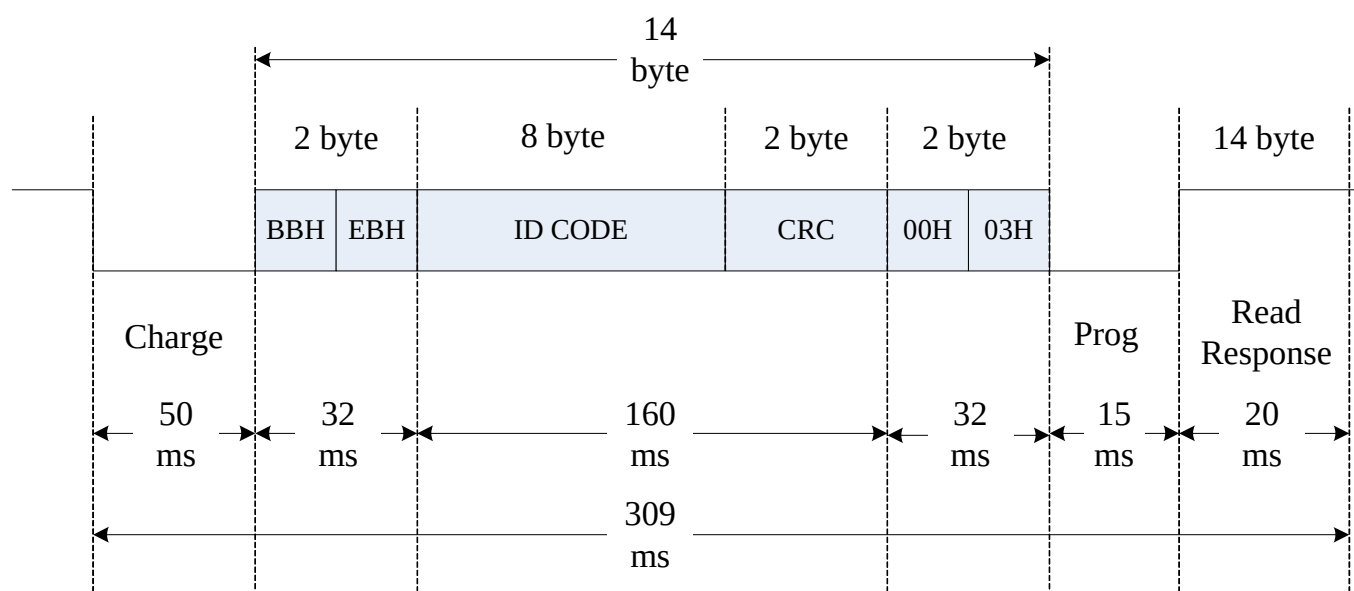

Figure 8
(1) 寫入時序請參閱 Figure 8，共送出 14 bytes，格式如下：